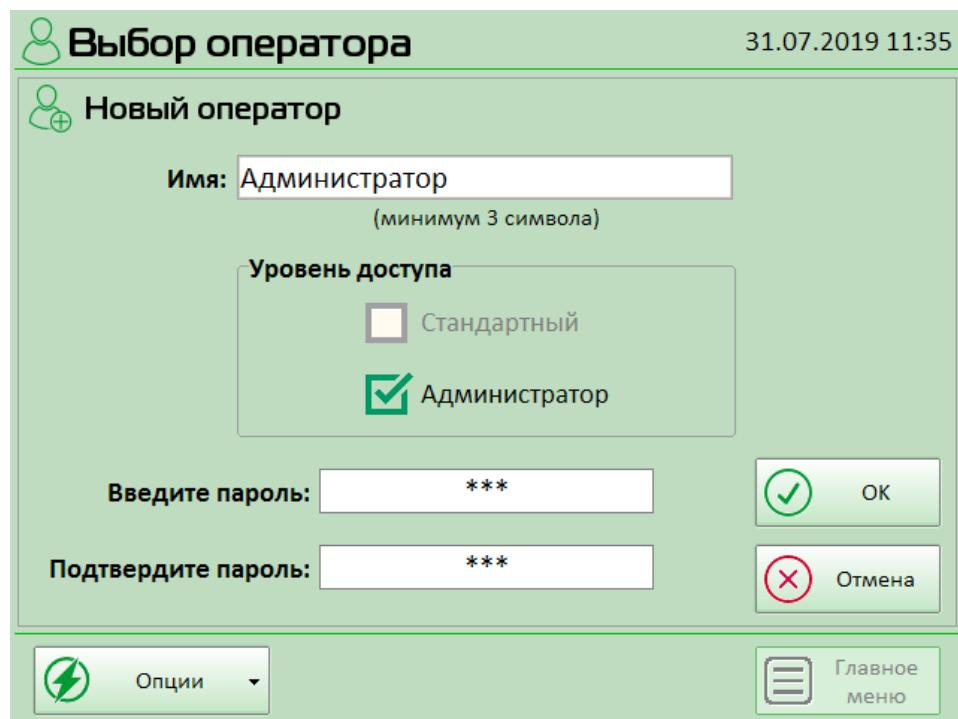

Рисунок 9
13.4.7 Нажмите кнопку **Создать**. Отобразится панель создания учётной записи оператора. Наберите имя пользователя с правами администратора, например, Администратор. Задайте пароль для входа пользователя Администратор (Рисунок 9).